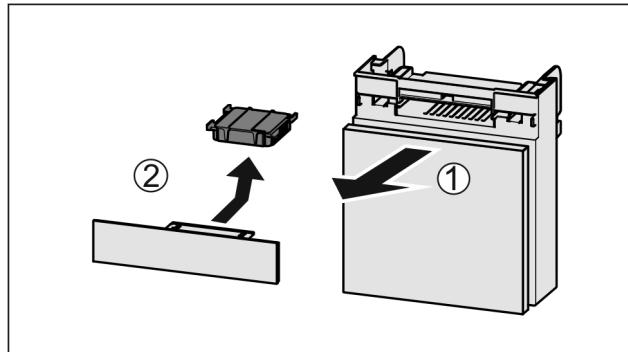

Fig. 34
- Вытянуть *Fig. 34 (1)* отделение движением вперед.
- Извлечение *Fig. 34 (2)* фильтра с активированным углем.